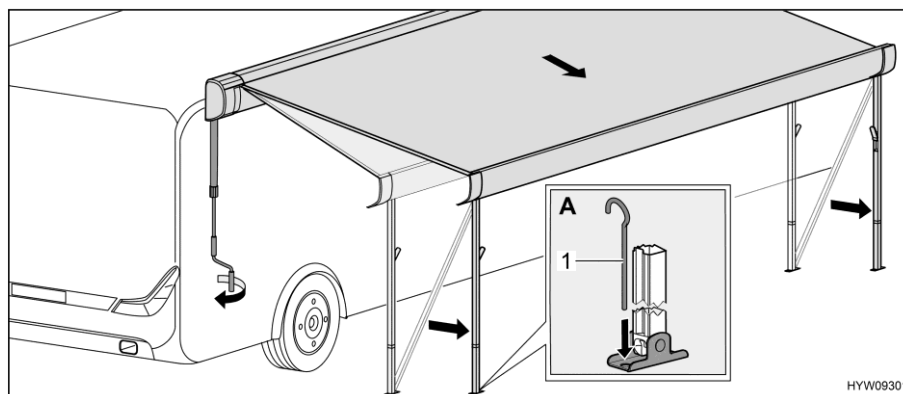

Fig. 41 Collocazione della tenda nella posizione finale
- Servendosi di puntelli (Fig. 41,1), fissare a terra i montanti di supporto (Fig. 41,A).